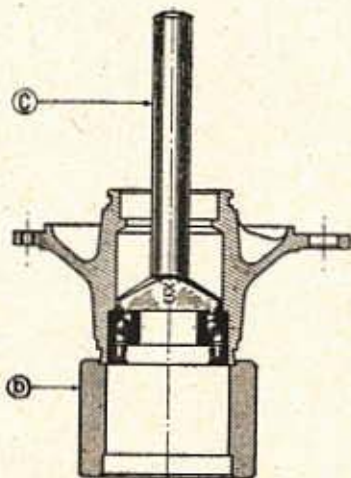

Fig. 118. — Sortie du roulement intérieur avec sa bague d'étanchéité
- Extraire le roulement et le joint au moyen de la chasse C (fig. 118).